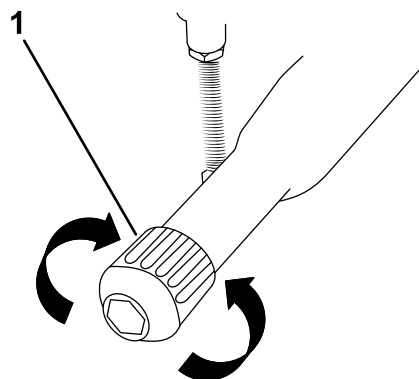

Figura 31
• **Para aflojar el freno de estacionamiento:**(Figura 31).
4. Gire el pomo de ajuste del freno de estacionamiento en sentido **antihorario** (Figura 31).
• **Para apretar el freno de estacionamiento:**(Figura 31).
4. Gire el pomo de ajuste del freno de estacionamiento en sentido **horario** (Figura 31).